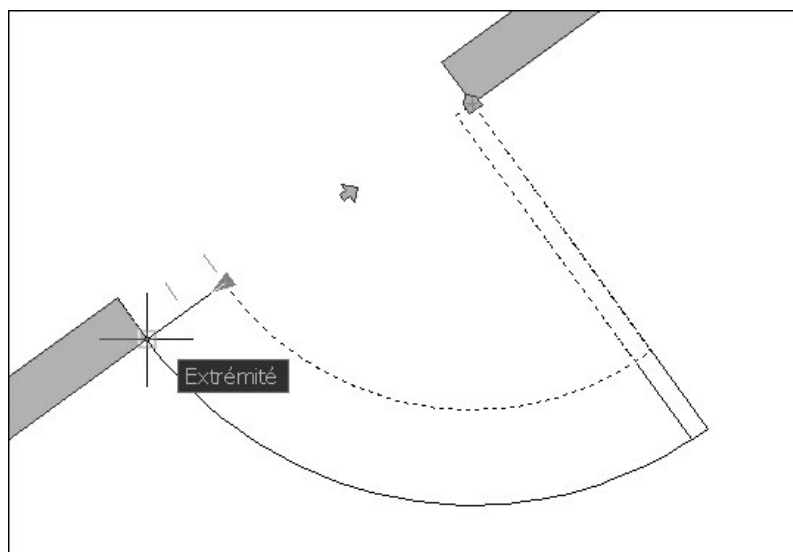

Fig.7.34
- 32 Sélectionner la poignée de changement de taille et la déplacer vers la gauche pour adapter la taille de la porte (60 cm) à l'ouverture (90 cm) dans le mur (fig.7.34).